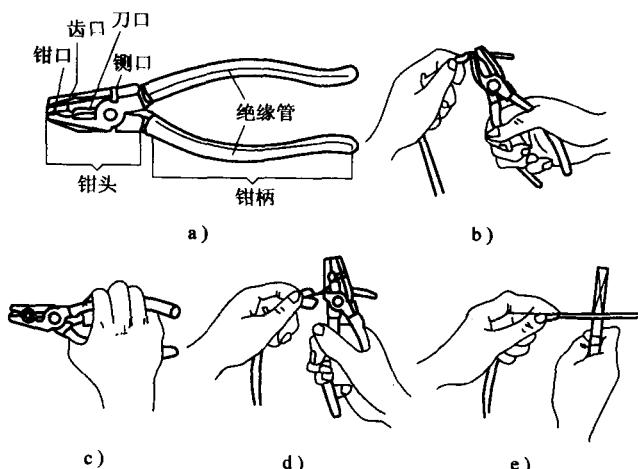

图1-7 电工钢丝钳的构造及用途
(1) 电工钢丝钳的构造和用途：电工钢丝钳由钳头和钳柄两部分组成，钳头由钳口、齿口、刀口和侧口4部分组成。钳口用来弯绞和钳夹导线线头；齿口用来紧固或起松螺母；刀口用来剪切导线或剖削软导线绝缘层；侧口用来侧切电线线芯、钢丝或铅丝等较硬金属。其构造及用途如图1-7所示。
(2) 使用电工钢丝钳的安全知识